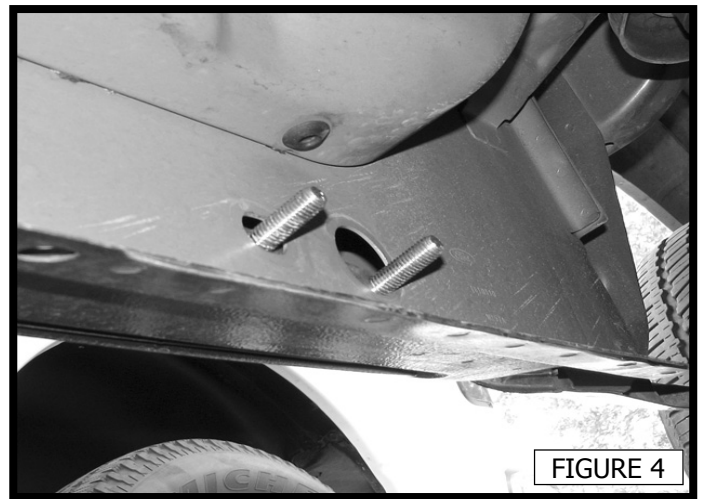

FIGURE 4
7. Insert (1) M12 double stud plate, then attach (1) rear passenger side mounting bracket using (2) M12 hex nuts, (2) 1/2" lock washers, and (2) 1/2" flat washers. Do not fully tighten at this time. (FIGURE 4,5)
8. Attach passenger side step bar using (2) 1/2" hex bolts, (2) 1/2" lock washers, and (2) 1/2" flat washers.
7. Insérez (1) plaque à goujon double M12, puis fixez (1) support de montage arrière passager à l'aide de (2) écrous hexagonaux M12, (2) rondelles freins M12 et (2) rondelles plates. Ne serrez complètement pas pour le moment. (FIGURE 4,5)
8. Fixez le marchepied passager à l'aide de (2) vis à tête hexagonale de 13 mm, (2) rondelles freins de 13 mm et (2) rondelles plates de 13 mm.